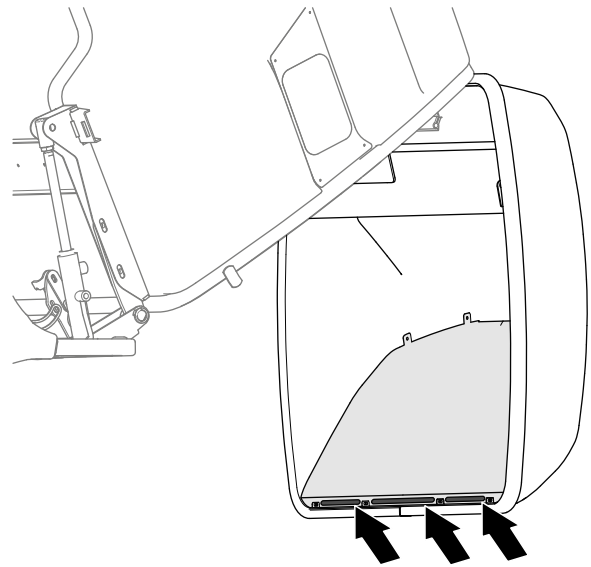

Bild 141
6. Entfernen Sie Gras und Rückstände von den Schlitz in der Unterseite der internen Metallplatte der Fangboxklappe mit Druckluft (Bild 141).